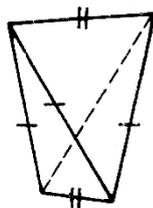

Рисунок 5 - Тетрагональный тетраэдр
*Тетрагональный тетраэдр* (рисунок 5) образован четырьмя гранями, связанными между собой инверсионной осью четвёртого порядка ( $L_4$ ). Форма грани - равнобедренный треугольник.